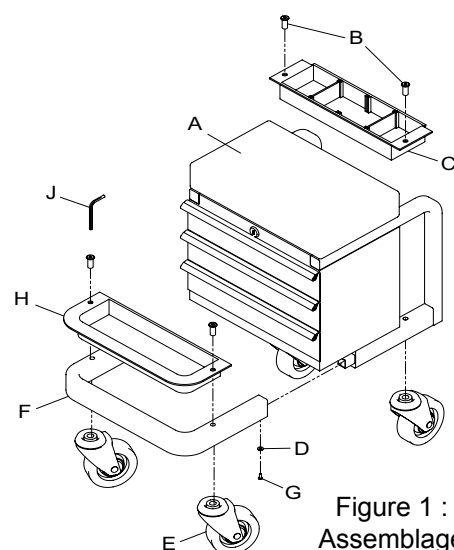

Figure 1 :
Avant d'assembler le produit, assurez-vous d'avoir toutes les pièces. Comparez les pièces que vous avez sous la main avec la liste du contenu de l'emballage et l'illustration de la figure 1. Si une pièce est endommagée ou manquante, n'assemblez pas, n'installez pas et n'utilisez pas le produit. Communiquez avec le service à la clientèle pour obtenir des pièces de rechange.
## INSTRUCTIONS D'ASSEMBLAGE (voir figure 1)
1. Assemblez les sections du cadre en insérant la section avant (F) dans les profilés de la section de la boîte à outils (A). Alignez les trous des vis et les vis à tête en étoile (G) équipées de rondelles (D) dans les trous correspondants des profilés. Ne serrez pas encore les vis.
2. Assemblez une roulette (E) et un plateau à outil (C ou H) simultanément. Placez une tige de roulette dans le trou situé sous le cadre tel qu'illustré à la figure 1. Placez le plateau à outils sur le cadre en alignant les trous du cadre avec ceux du plateau. Insérez la fixation de la roulette dans le montant de la roulette pivotante.
## INSTRUCTIONS D'UTILISATION (reportez-vous à la figure 1)